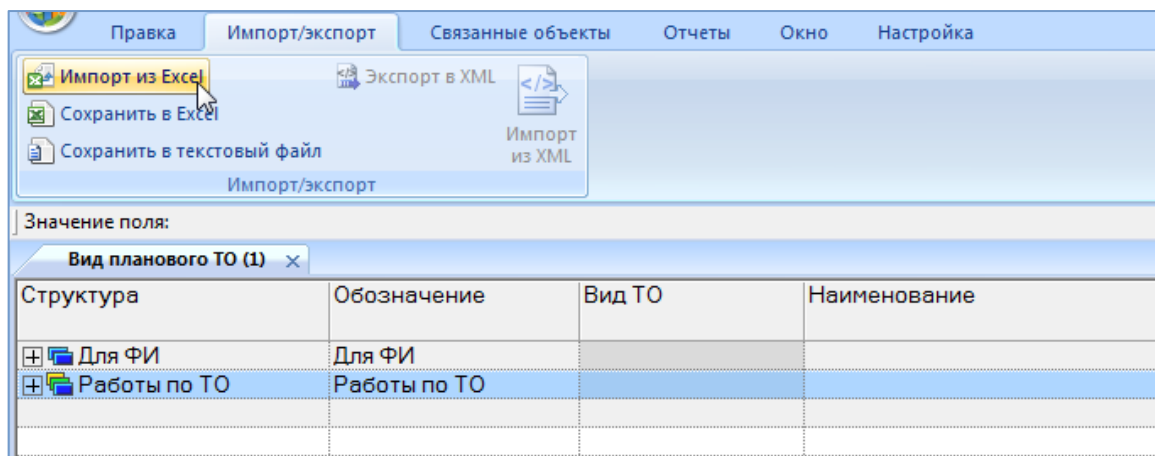

Рис. 17-28 – Импорт видов работ из файла Excel
- 4) Нажать кнопку «Импорт из Excel» панели «Правка» (рис. 17-28).